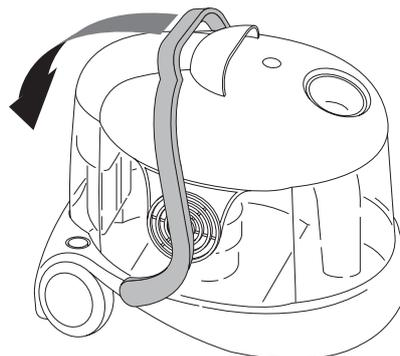

fig. 1
- Abbassare completamente la maniglia blocca testata **Q** (fig. 1).